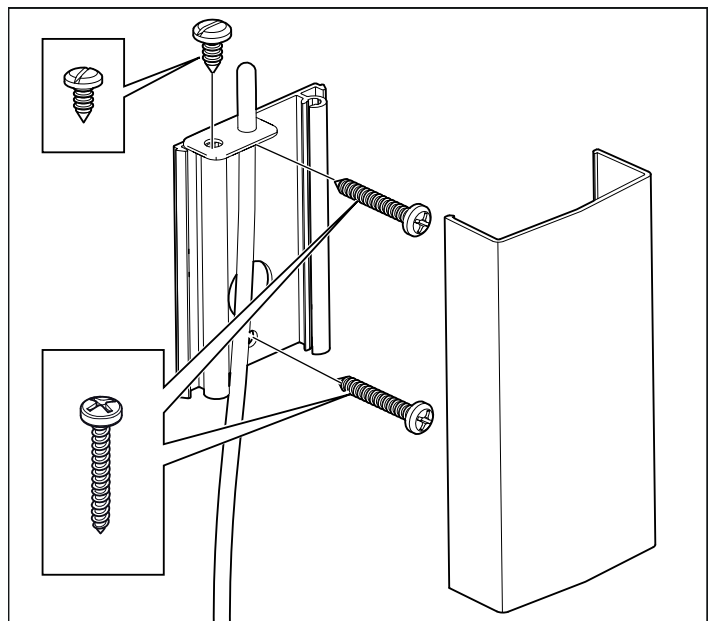
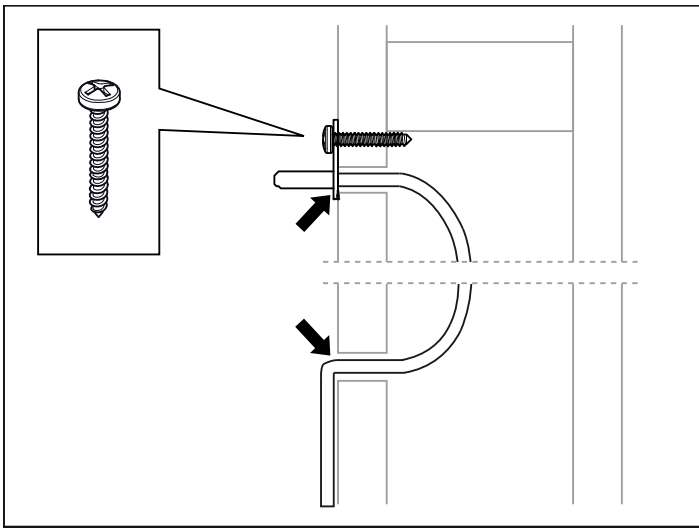

Abb. 14: Montage des Sensors
Abb. 15: Abdichten von ggf. gebohrten Löchern
- Befestigen Sie den Sensor an der Wand, siehe Abb. 14. Die Thermistorleitung kann auch durch die Wand verlegt werden. Dichten Sie ggf. gebohrte Löcher in der Wand hinter dem Sensor ab, siehe Abb. 15, Seite 17. Die Thermistorleitung kann außerhalb der Sauna mit einer abgeschirmten zweidrahtigen Schwachstromleitung verlängert werden.